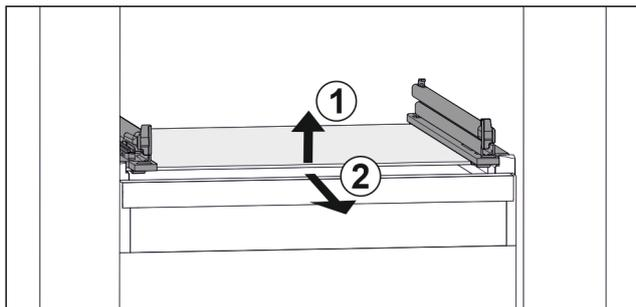

Fig. 82 玻璃隔板例图
- ▶ 抬起玻璃隔板前部。 Fig. 82 (1)
- ▶ 向前取出玻璃隔板。 Fig. 82 (2)